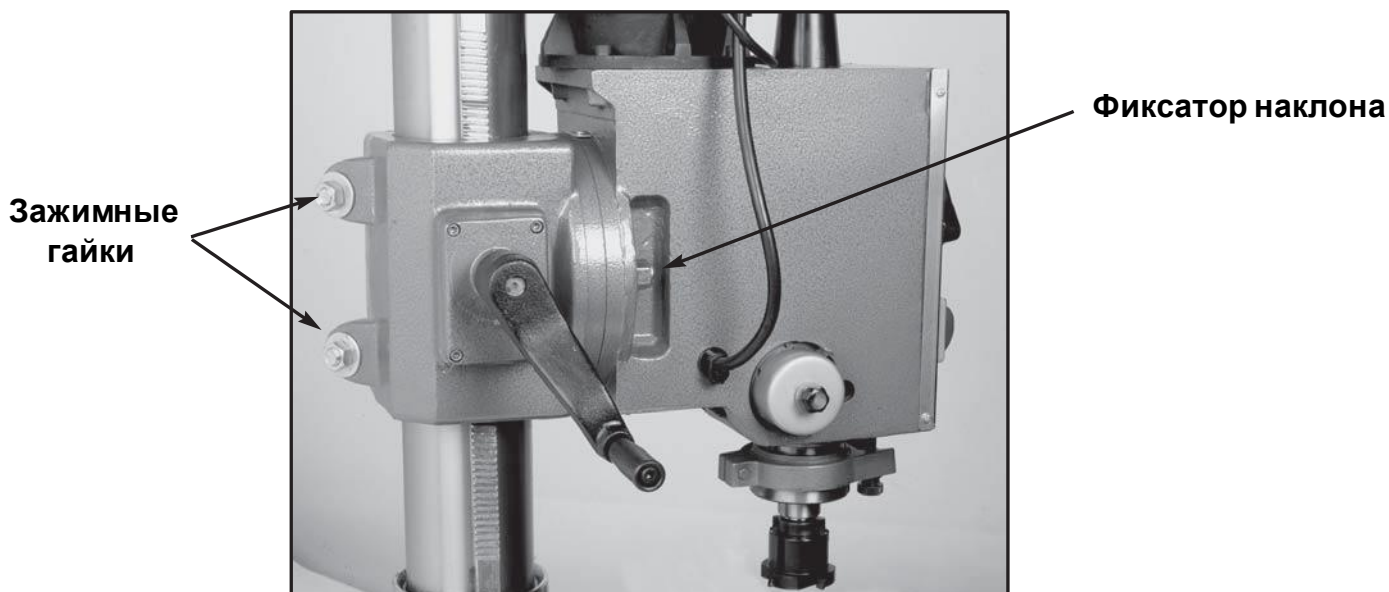

Рис. 8
1. Ослабить две зажимные гайки на задней части корпуса фрезерной головки с помощью прилагаемого гаечного ключа. См. Рис. 8.